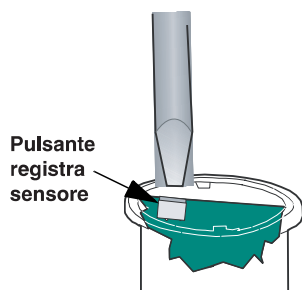

Figura 5. Metodo di registrazione alternativa del sensore nella memoria della centrale di allarme
2. Con il cacciavite premere sul pulsante "Registra sensore" situato nella parte superiore della scheda del circuito (vedere Figura 5).